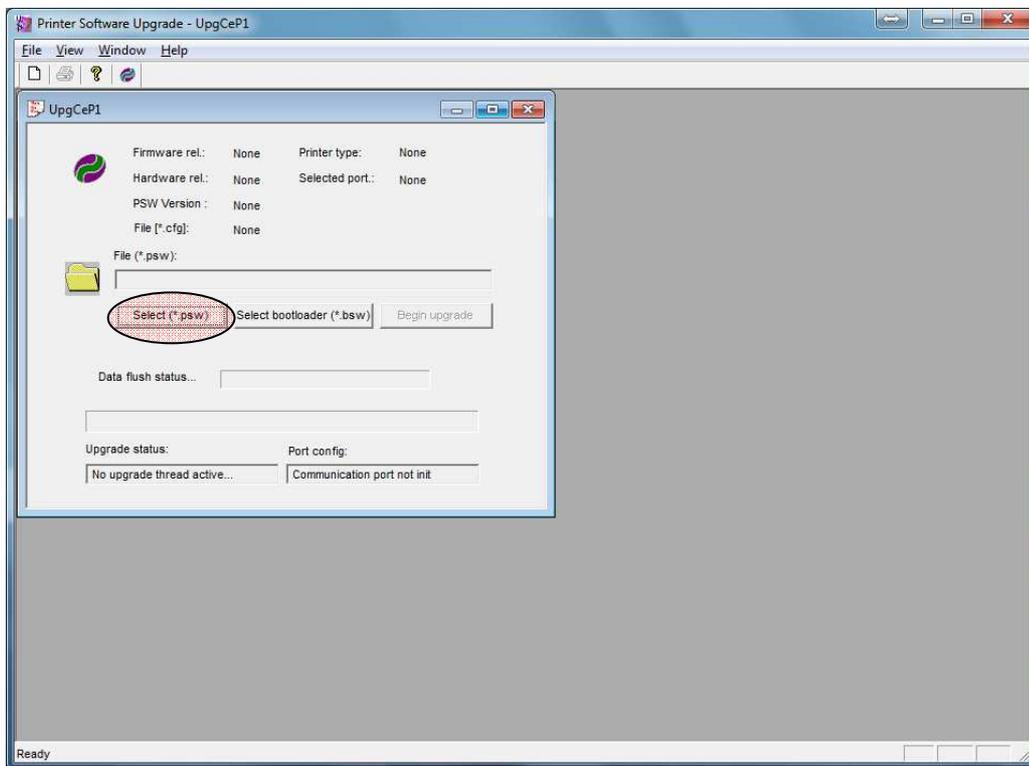

Рисунок 4 – Диалоговое окно утилиты «UpgCePrn».
- 1.5.2. Откроется диалоговое окно программы (см. Рисунок 4).